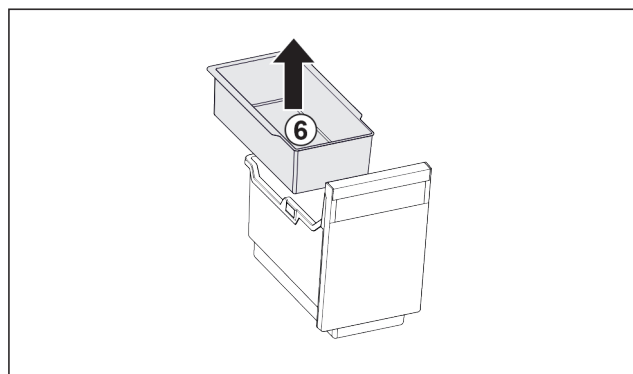

Fig. 101
- ▶ Odoberte závesnú misku Fig. 101 (6).